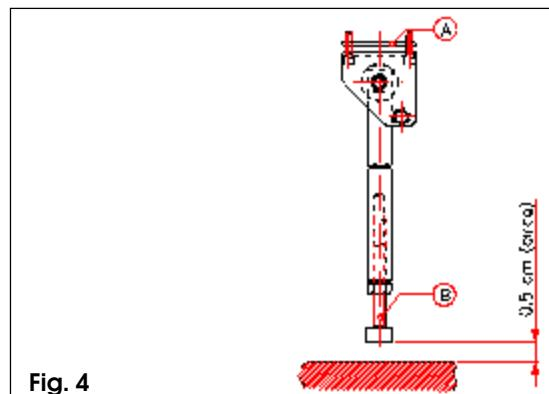

Fig. 4
- 6) Regolare l'altezza tramite il tirante di regolazione (B), ricordando che con asta in posizione orizzontale il supporto mobile deve rimanere sollevato di circa 0.5 cm da terra.(fig.4.)
- 6) Adjust the height using the adjustment tie rod (B), recalling that with thebeam in the horizontal position,the mobile support must remain about 0.5 cm off the ground (fig4).
support mobile doit rester soulevé à environ 0.5, du sol (fig4).
- 6) Ajuste la altura por medio del tirante de ajuste (B) ,recordando que con el mástil en posición horizontal el soporte móvil debe permanecer levantado de unos 0.5 cm del suelo (fig4).